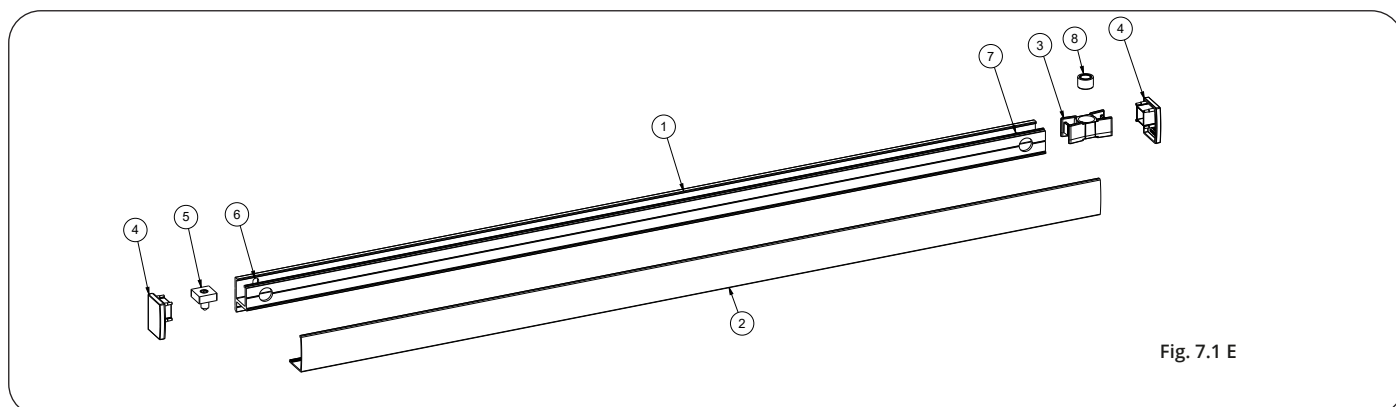

Fig. 7.1 E
### GUIDA DI SCORRIMENTO PER BRACCIO 10T-SIDEBST (FIG. 7.1 E)
- Fissare la guida di scorrimento (1) sull'anta attraverso i fori (6-7), seguendo le quote indicate nel disegno tecnico (fig. 7.1 A/B/C)
- Inserire lo snodo conico (8) nel pattino (3) rispettando la conicità
- Introdurre il pattino (3), su cui dovrà lavorare il perno del braccio a tirare, all'interno della guida di scorrimento. (fig. 7.1 E)